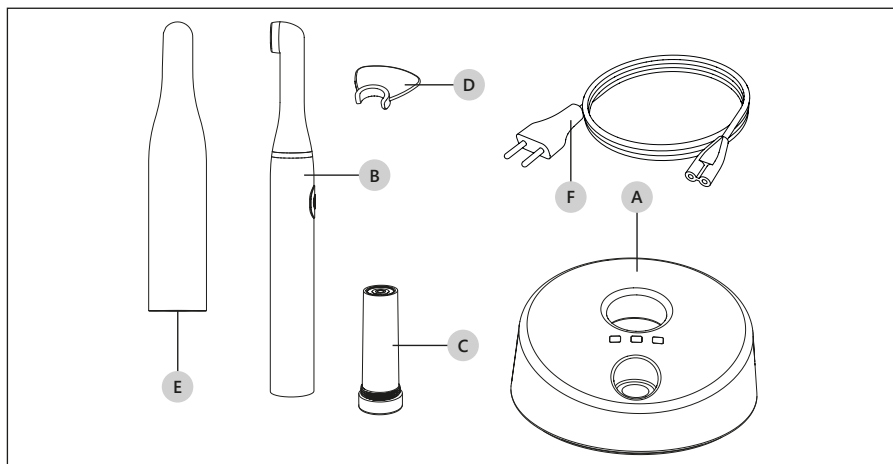
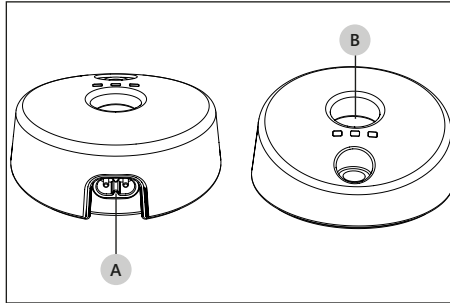

Figure 5 – La Liste des Composants
Figure 6 – Unité de recharge.
⚠ ATTENTION: Recharger la batterie en utilisant exclusivement l'unité de recharge Mectron (*Figure 5* à page 8 - Réf. A). Ne pas essayer la recharge avec d'autres rechargeurs. DANGER d'explosion ou d'incendie.
Se référer à la Figure 5 à page 8:
⚠ DANGER: Ne pas introduire d'objets métalliques dans le porte-pièce à main de la station de rechargement (Figure 6 à page 10 - Réf. B) quand l'appareil est allumé.
2. Insérer le câble d'alimentation du courant électrique (Figure 5 à page 8 - Réf. F) dans la connexion qui se trouve sur la partie arrière de l'appareil (Figure 6 à page 10 - Réf. A) et ensuite dans la prise au mur. LED vert power allumé (Tableau 1 à page 11 - Réf. A).
1. Insérer la pièce à main dans son siège sur l'unité de recharge (Figure 6 à page 10 - Réf. B). Le LED jaune battery s'allume (Tableau 1 à page 11 - Réf. B).
ⓘ ATTENTION: Recharger la batterie en utilisant exclusivement l'unité de recharge Mectron (Figure 5 à page 8 - Réf. A). Ne pas essayer la recharge avec d'autres rechargeurs. DANGER d'explosion ou d'incendie.